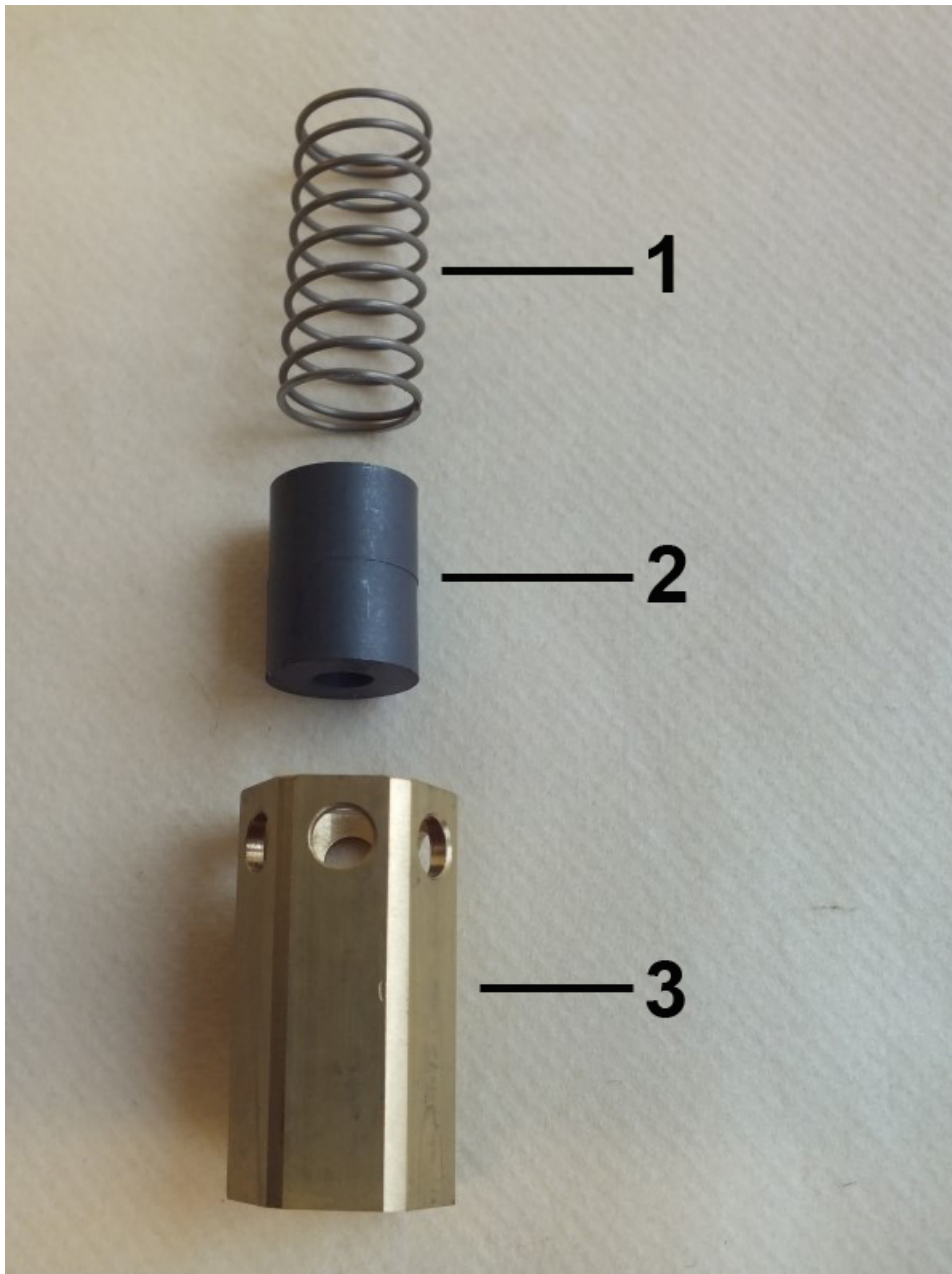

Abb. 27: Innenteile
- 1.** → Feder (Abb. 27/1) mit Magneten (Abb. 27/2) in den Schwebekörper (Abb. 27/3) einführen, dabei die Magnetpolung beachten (Nordpol in Richtung Geräteausgang)